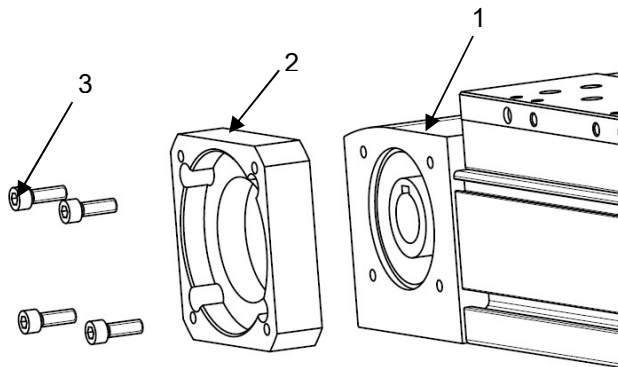

Рисунок 11 – Установка фланца на модуль
- 1) Установите фланец (поз. 2) на модуль (поз. 1) с помощью винтов (поз. 3) (см. рисунок 11).